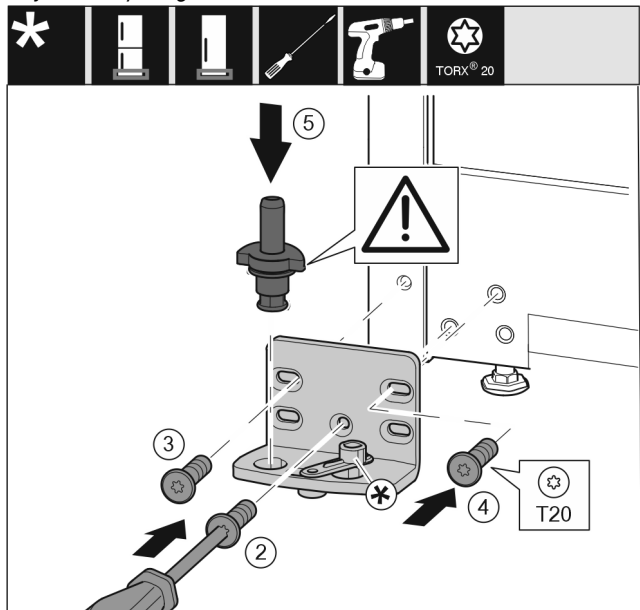

Fig. 19
- ▶ Nasadte stojan ložiska na druhé straně a přišroubujte pomocí šroubováku T20. Začněte šroubem 2 dole uprostřed. *Fig. 19 (2)*
- ▶ Pevně utáhněte šroub 3 a 4. *Fig. 19 (3,4)*
- ▶ Zcela vložte ložiskový čep. Přitom dávejte pozor, aby zajišťovací vačka směřovala dozadu. *Fig. 19 (5)*